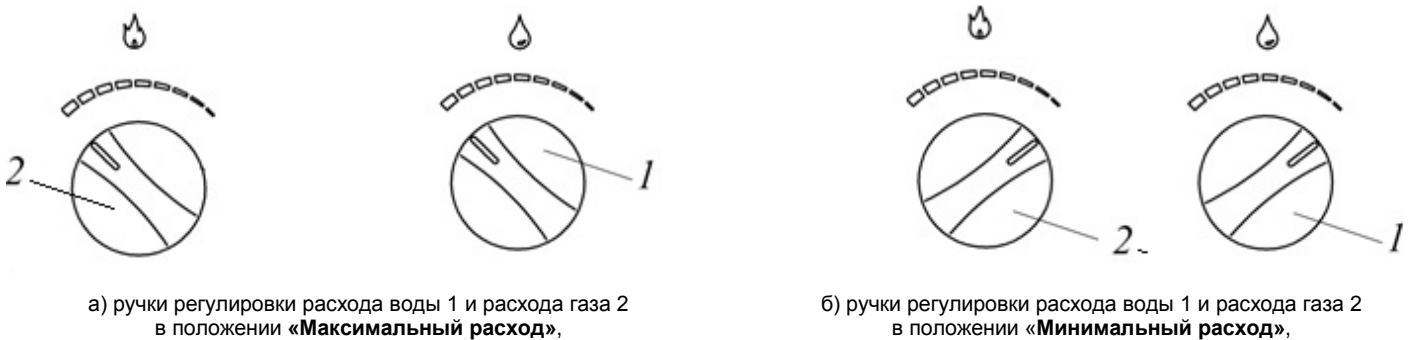

Рис. 2. Положения ручек регулировки аппарата
- повернуть ручки 1 и 2 в положения минимального расхода воды и газа (рис.2 б);
3.2.1. Регулирование расхода воды через аппарат производится ручкой 1 (рис.2): поворот ручки к положению «Минимальный расход» уменьшает расход воды, поворот ручки к положению «Максимальный расход» увеличивает расход воды. При этом в положении ручки «Минимальный расход» включение водонагревателя происходит при расходе воды не менее
3.2.2. Регулировка температуры воды при её установленном расходе через аппарат производится поворотом ручки 2 регулировки расхода газа (рис. 2): поворот ручки в положение «Максимальный расход» увеличивает расход газа и температуру воды на выходе аппарата, поворот ручки в положение «Минимальный расход» уменьшает расход газа и температуру воды на выходе аппарата.